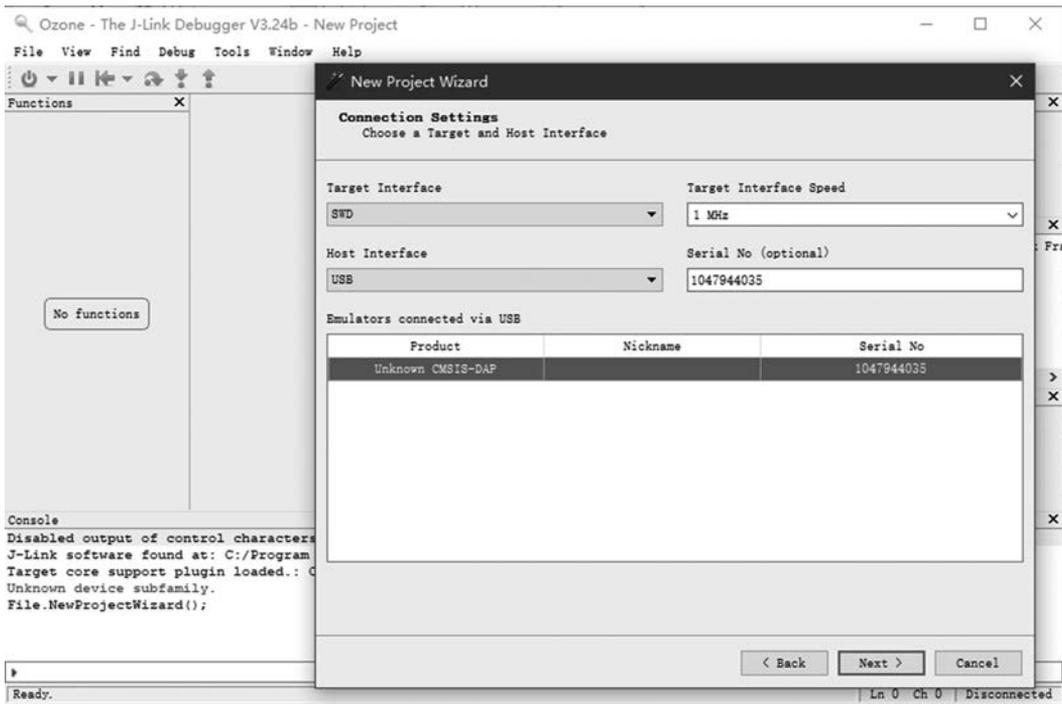

图 3-10 Ozone 显示识别出的 DAP-Link 调试器
(3) 在连接配置对话框中,可以看到已经识别出来的 DAP-Link,如图 3-10 所示。